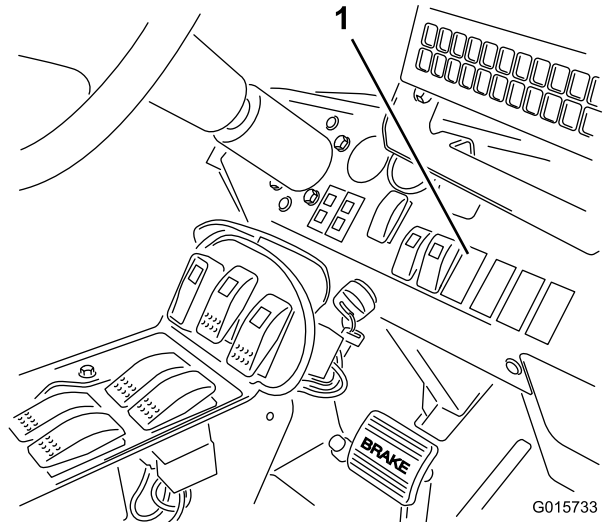

Bild 21
2. Entfernen Sie den Steckerschalter am Armaturenbrett an der in Bild 21 dargestellten Stelle.